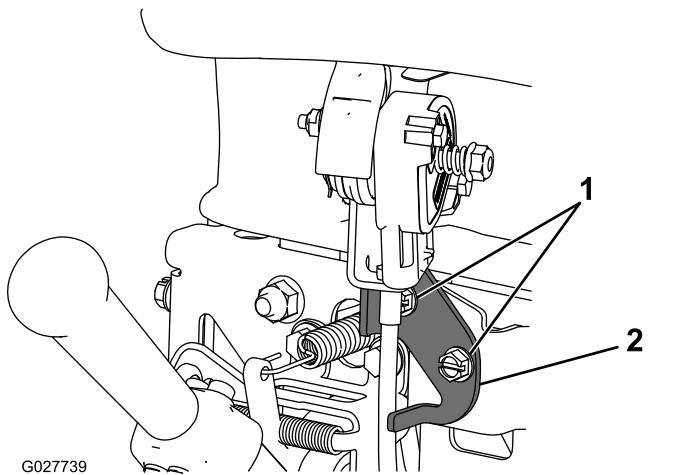

**Bild 32**
1. Nehmen Sie an jeder Seite der Maschine die Splints aus den Holmhaltern (Bild 32).
2. Stützen Sie den Holm ab. Nehmen Sie die Splints an jeder Seite ab. Drehen Sie den Holm auf die gewünschte Einsatzposition (Bild 32).